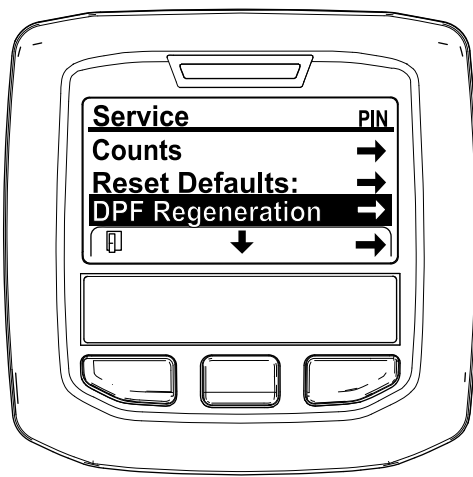

図 44
3. 整備メニューSERVICE MENUで、中央ボタンを押してDPF 再生DPF REGENERATIONへ移動し、右ボタンでDPF 再生DPF REGENERATIONを選択する 図 44。